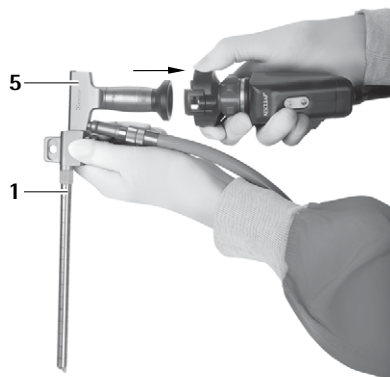
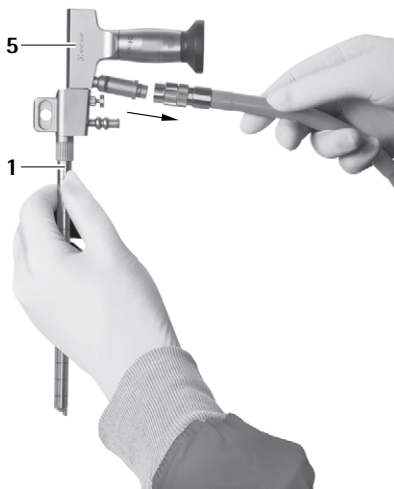

Fig. 6
Fig. 7
- Détacher la caméra et le câble optique de l'endoscope 5, voir Fig. 6 et voir Fig. 7.